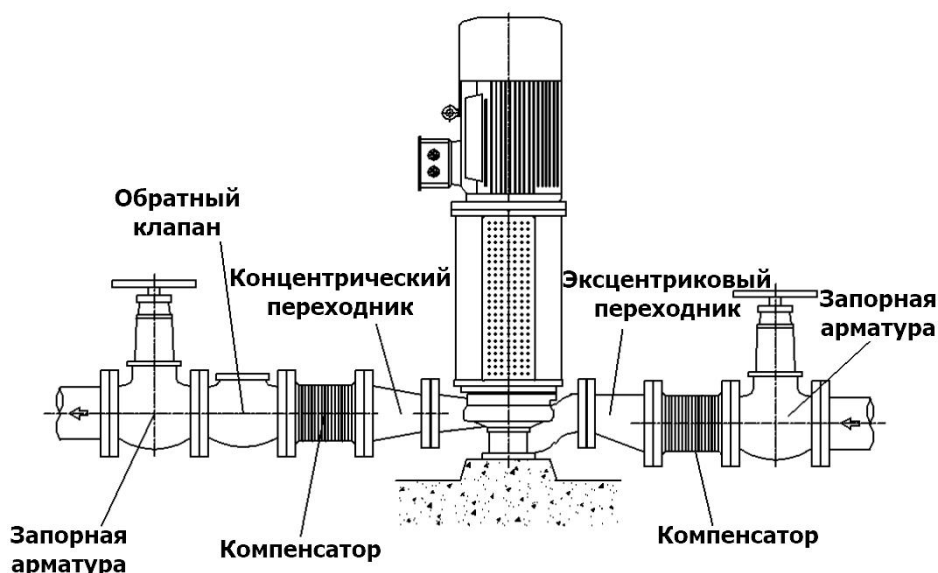

Рис. 5 Присоединение трубопроводов
- Выполните соединения труб через фланцы с компенсаторами термического расширения, размещенными по осевой линии фланцев во избежание лишней нагрузки (см. рис. 5).
- Предусмотрите всасывающий трубопровод коротким, прямолинейным и с уклоном к насосу, чтобы избежать образования воздушных карманов (см. рис. 5).